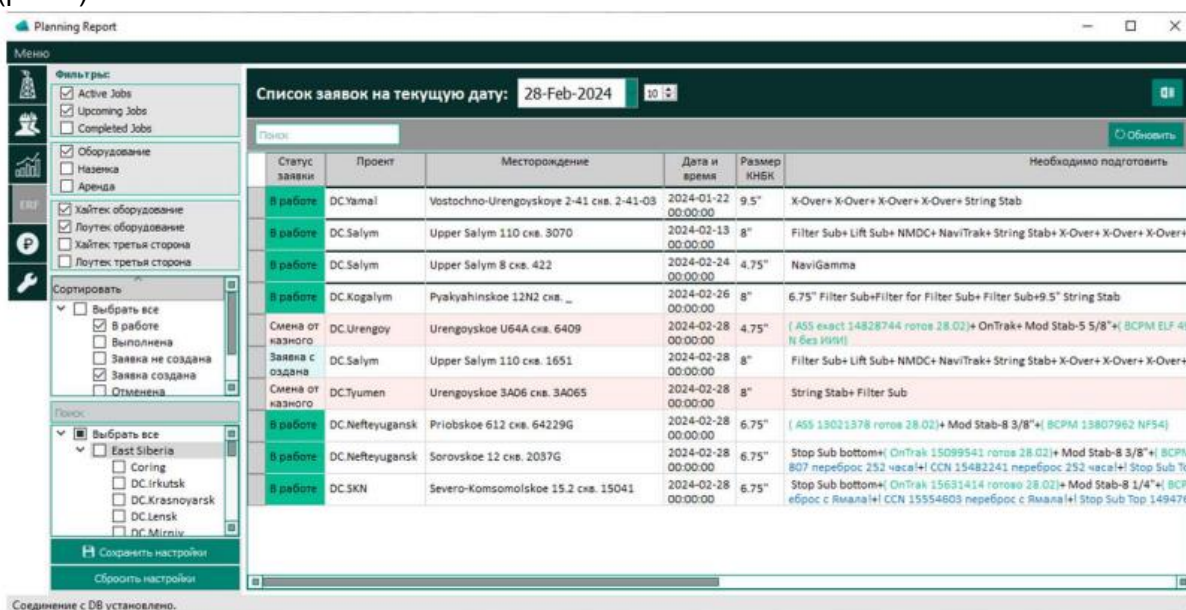

Рис.7
1. Для создания заявок на оборудование необходимо перейти в модуль “ERF” (рис.7).